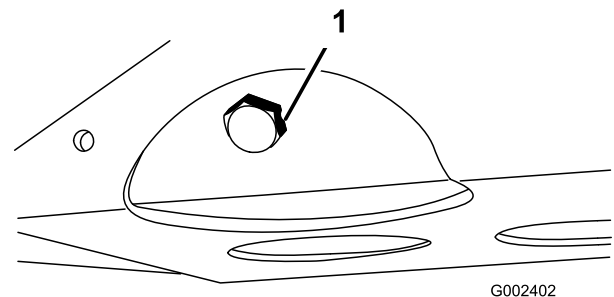

Figure 43
2. Retirez le bouchon de vidange et laissez couler l'huile dans un bac de vidange (Figure 43). Remettez le bouchon quand la vidange est terminée.